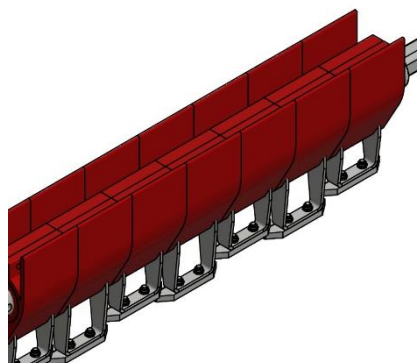

Bild 4
9. In dieser Phase kann sich noch das Systemtragrohr **Pos. 4** in den Aufnahmen **Pos. 3** der Montagekonsolen bewegen und auch um die eigene Achse drehen. Die Hartmetallsegmente **Pos. 5/6** hängen jetzt nach unten (**Bild 4**).